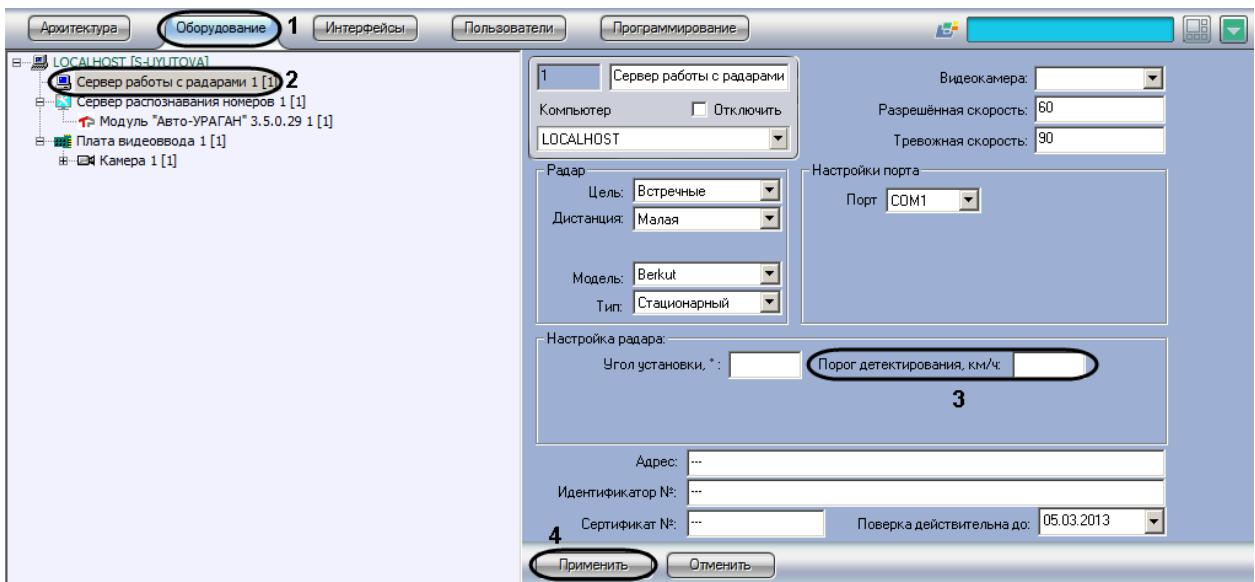

Рис. 7.3—10. Указание минимальной скорости движения транспортного средства, определяемого устройством «Радар»
- В дереве объектов на вкладке «Оборудование» выбрать объект «Сервер работы с радарами», соответствующий настраиваемому программному модулю «Радар» (см. Рис. 7.3—10, 2). В правой части вкладки «Оборудование» отобразится панель настройки выбранного объекта.
3. Задать в поле «Порог детектирования, км/ч» минимальную скорость движения транспортных средств, определяемую устройством «Радар» (см. Рис. 7.3—10, 3).
4. Нажать кнопку «Применить» (см. Рис. 7.3—10, 4).